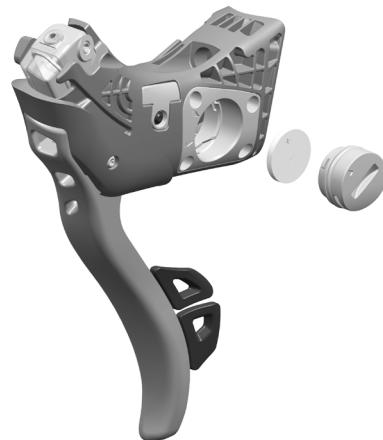

Fig.16
- Extraire la pile, si présente, et insérer une pile CR2032 avec le côté + vers le haut (Fig.16).